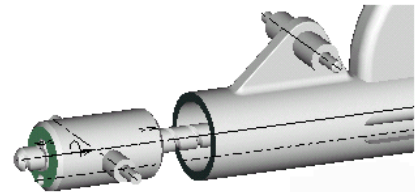

图 9.5.30 拖动连接元件
Step14. 拖动连接元件 (**此步不是必做步骤**)。为了显示方便，用拖动功能将活塞拖出来一点，如图 9.5.30 所示。